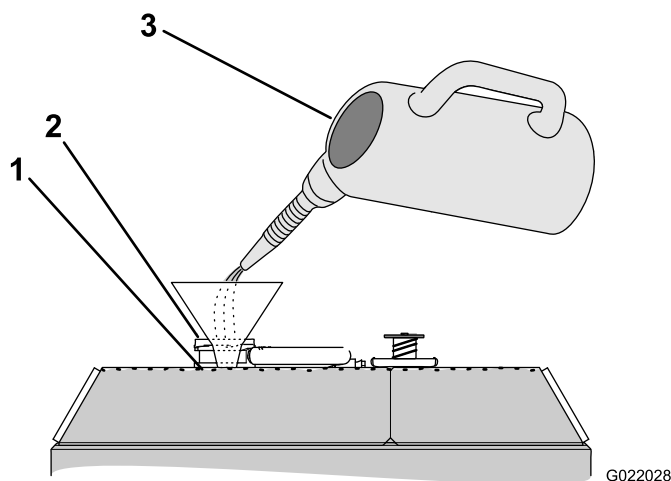

Рисунок 113
4. Залейте в радиатор охлаждающую жидкость так, чтобы ее уровень дошел до низа заливной горловины (Рисунок 113).